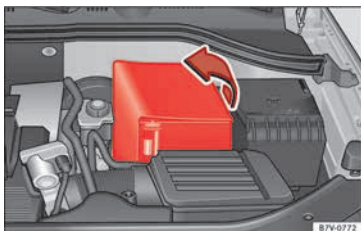

Abb. 250 Im Motorraum: Manschette für die Fahrzeugbatterie abnehmen.
- *Bei einer Manschette:* Die Abdeckung zur Seite wegklappen »» **Abb. 250**.